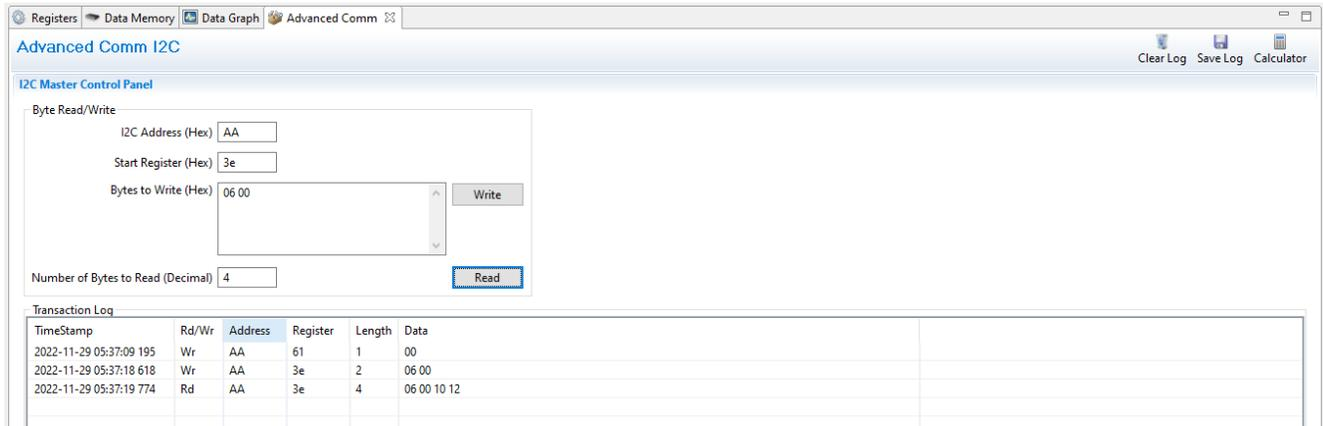

图 1-11. 高级命令 I2C 屏幕
按下 **Advanced Comm I2C** 按钮可以选中 **Advanced Comm I2C** 窗口。凭借该工具，可使用 I2C 和 “Manufacturing Access” 命令访问参数。请参阅图 1-11。事务日志屏幕会显示已发送命令的历史记录。
- 写入 Mac 地址 0x3e 命令 0x06 0x00 ( 请参阅图 1-11 )。
- 写入 Mac 地址 0x3e 命令 0x21 0x00 ( 请参阅图 1-11 )。